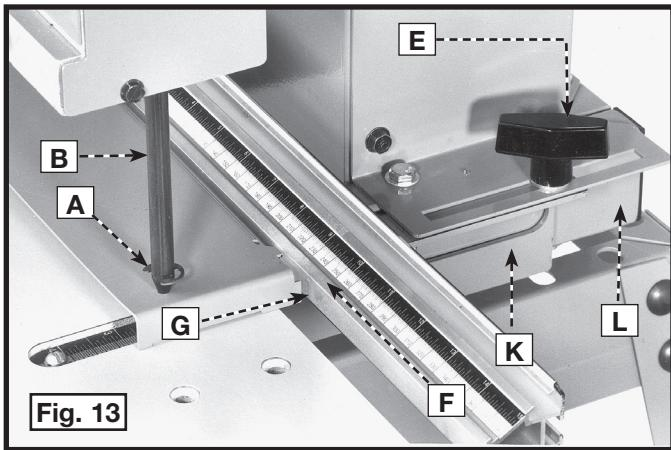

Fig. 13
4. Una vez que las clavijas de ajuste (B) Fig. 13 entren en los orificios del calibrador (A), afloje las manijas de bloqueo de la mesa, una de las cuales aparece en (E). Desplace la mesa hasta que la parte delantera del guía (F) esté a aproximadamente 0,8 mm (1/32 pulg.) del calibrador en el punto (G) de cada extremo del mismo. Ajuste las manijas de bloqueo de la mesa (E).
5. Con una abrazadera en C pequeña (no incluida) fije el soporte de la mesa (K) Fig. 13 al marco de la máquina (L) en un punto cualquiera entre los dos deslizadores para evitar que se mueva. Siga los mismos pasos para sujetar el soporte de la mesa del otro lado de la máquina al marco de la misma.